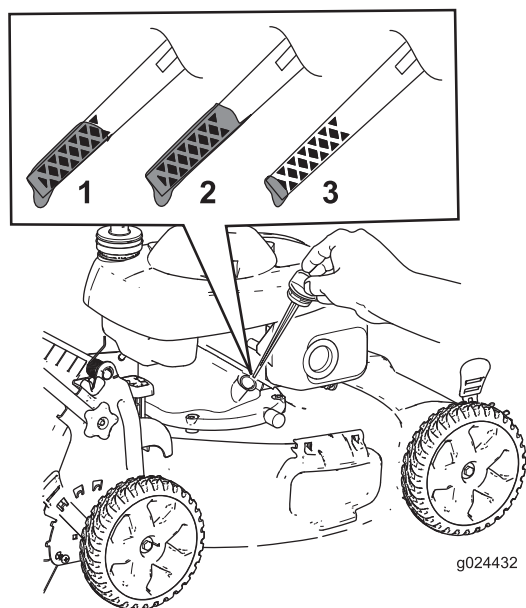

Figure 11
5. Observez le niveau d'huile indiqué par la jauge (Figure 11).
2. Retirez la jauge (Figure 11).